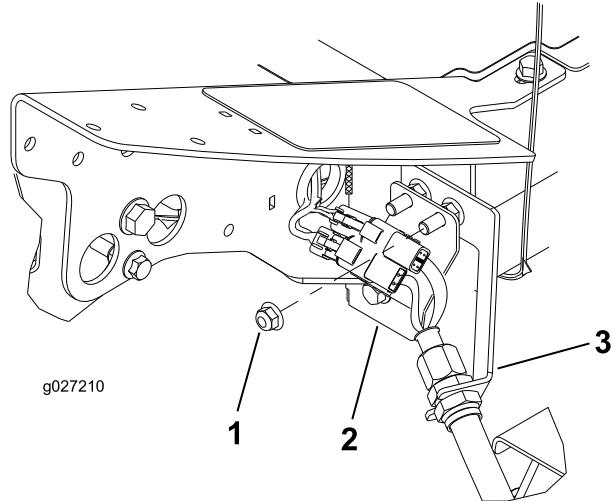

Figure 11
- Sur le coin avant gauche du cadre (emplacement du plateau de coupe n° 4), retirez l'écrou à embase supplémentaire sur le boulon qui fixe le support de cloison à la machine (Figure 11).
- Insérez la plaque du connecteur sur les boulons de montage sur cloison en positionnant les connecteurs comme montré à la Figure 11.